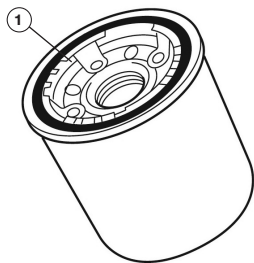

Рис. 50 Кольцо уплотнительное масляного фильтра F9.9FWS и F20AFWS
7. Смажьте уплотнительное кольцо нового масляного фильтра тонким слоем моторного масла (Рис. 50).